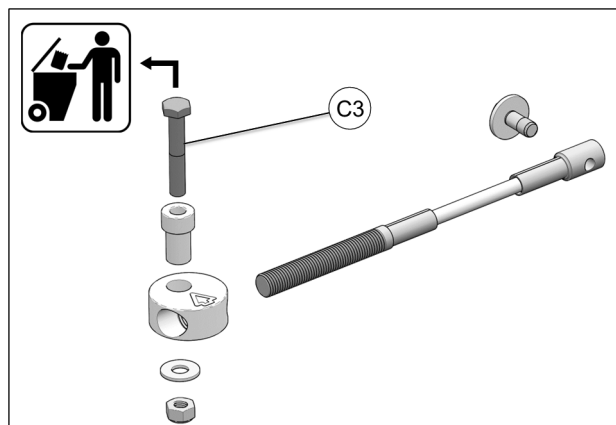

Fig. 20
12. Retirer et jeter les deux boulons M10 (**C3**) des ensembles limiteur de conduite. Voir la Fig. 20